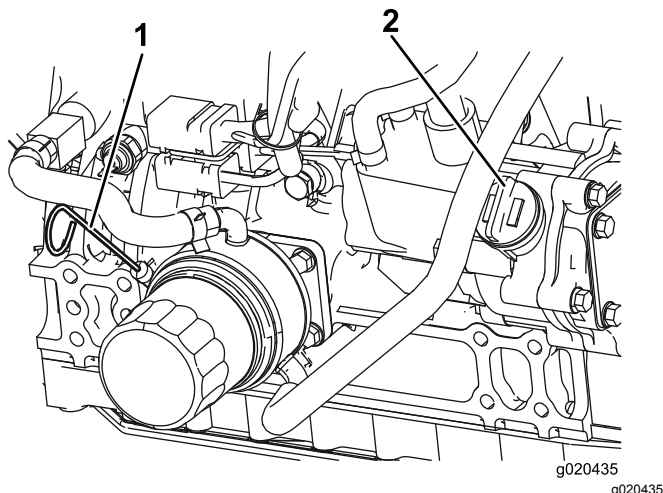

Figure 8
- Sortez la jauge, essuyez-la sur un chiffon propre, replacez-la dans le goulot de remplissage, puis ressortez-la. Le niveau d'huile doit atteindre le repère MAXIMUM (Figure 8).
- Si le niveau d'huile est en dessous du repère MAXIMUM, enlevez le bouchon de remplissage (Figure 8) et faites l'appoint jusqu'à ce que le niveau MAXIMUM soit atteint. **Ne remplissez pas excessivement.**